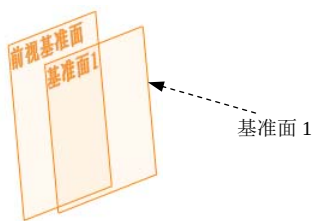

图 3.33.2 基准面 1
Step2. 创建图 3.33.2 所示的基准面 1。选择下拉菜单 **插入(I)** → **参考几何体(G)** → **基准面(P)...** 命令，系统弹出“基准面”对话框；选取前视基准面作为参考实体；采用系统默认的偏移方向；在  后的文本框中输入数值 20.0；单击对话框中的  按钮，完成基准面 1 的创作。